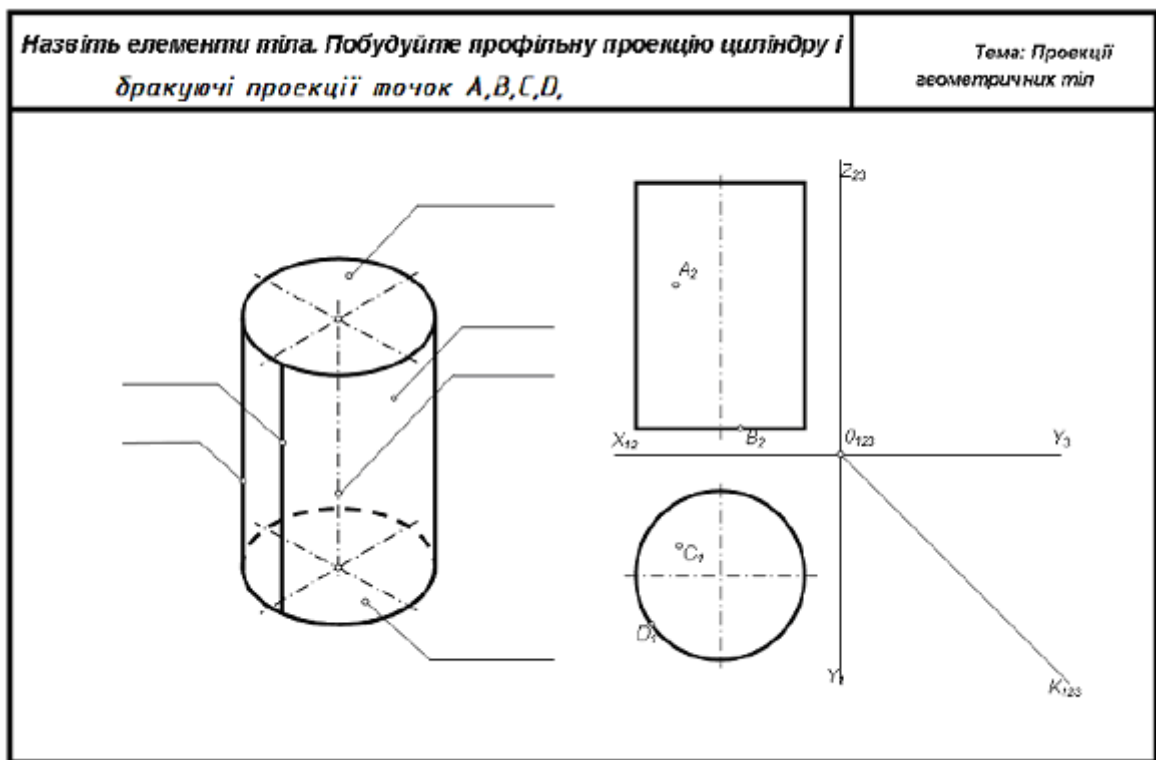

Рис. 11 – завдання № 4 в.
8. У завданні № 4 в (рис. 11)- треба побудувати профільну проекцію прямого кругового циліндра. Вісь циліндра перпендикулярна до горизонтальної площини (Π_1). На горизонтальну площину проекцій циліндр проектується у вигляді кола, на фронтальну та на профільну площини проекцій (Π_2 та Π_3) — у вигляді прямокутників, висота яких дорівнює висоті циліндра, ширина — діаметру основи.